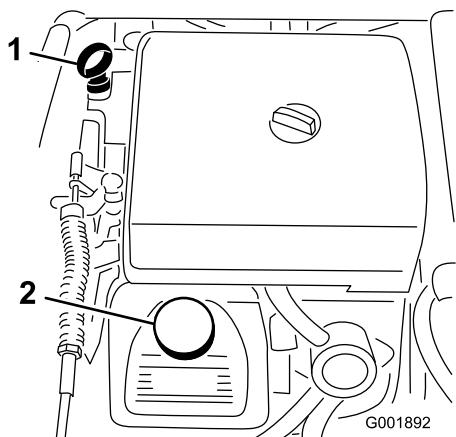

Figura 20
2. Retire a vareta e limpe-a com um pano limpo (Figura 20). Volte a colocar a vareta no tubo e verifique se está completamente introduzida. Retire a vareta e verifique o nível de óleo.
3. Se o nível de óleo estiver baixo, deverá retirar a tampa de enchimento da cobertura da válvula (Figura 20) e deitar óleo na abertura até que o nível suba até à marca "Full" (Cheio) da vareta; consultar a secção Manutenção do óleo do motor, , acerca do tipo e viscosidade do óleo. Adicione o óleo lentamente e verifique o nível com alguma frequência durante o procedimento. Não encha demasiado.